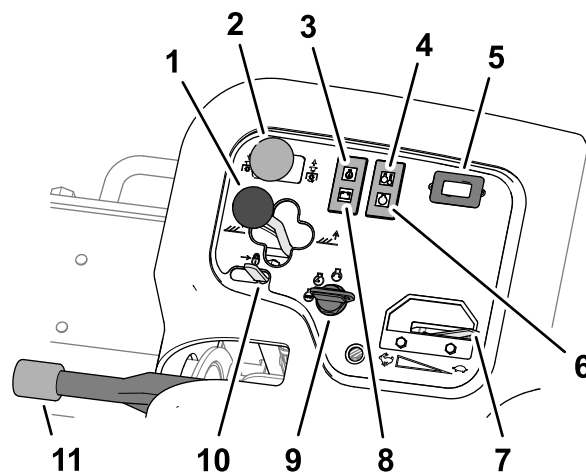

Figure 41
- Pour abaisser les unités de coupe au sol, poussez le levier de commande en avant à la position ABAISSEMENT (Figure 41).
La commande des unités de coupe (Figure 41) a 2 positions : ENGAGÉE et DÉSENGAGÉE. Le commutateur à bascule actionne une électrovanne sur le distributeur pour commander les unités de coupe.
Le témoin de pression d'huile (Figure 41) s'allume quand la pression de l'huile moteur descend au-dessous du niveau admissible.
Le témoin de surchauffe (Figure 41) s'allume si la température du liquide de refroidissement est trop élevée. À cette température, les unités de coupe s'arrêtent. Si la température du liquide de refroidissement monte encore de 5,5 °C, le moteur s'arrête pour éviter de causer d'autres dommages.
Le compteur horaire (Figure 41) indique le nombre total d'heures de fonctionnement de la machine. Il se déclenche chaque fois que la clé de contact est tournée à la position Contact.
Le témoin de préchauffage (Figure 41) s'allume quand les bougies de préchauffage sont activées.
Déplacez la commande d'accélérateur (Figure 41) en avant pour augmenter le régime moteur et en arrière pour le diminuer.
Le témoin d'alternateur (Figure 41) s'éteint quand le moteur tourne. Si le témoin d'alternateur s'allume alors que le moteur tourne, vérifiez le système de charge et réparez-le au besoin.
Utilisez le commutateur d'allumage (Figure 41) pour faire tourner le moteur et allumer les phares. Le commutateur d'allumage a trois positions :
Déplacez le verrou du levier de levage (Figure 41) en arrière pour empêcher les unités de coupe de retomber.
Chaque fois que vous arrêtez le moteur, serrez le frein de stationnement (Figure 41) pour éviter que la machine ne se déplace accidentellement. Tirez sur le levier pour serrer le frein de stationnement et poussez le levier pour desserrer le frein de stationnement.